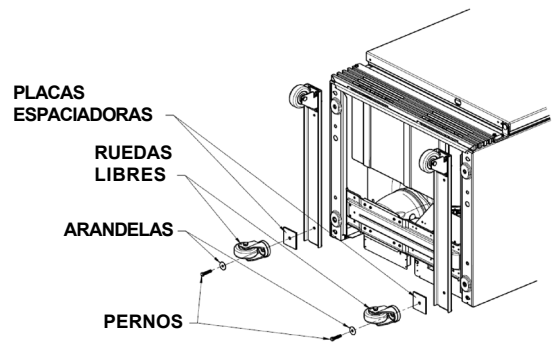

Fig. 5
- Apriete bien el perno usando una llave abierta o de cubo de 1/2" (vea la Fig. 5).